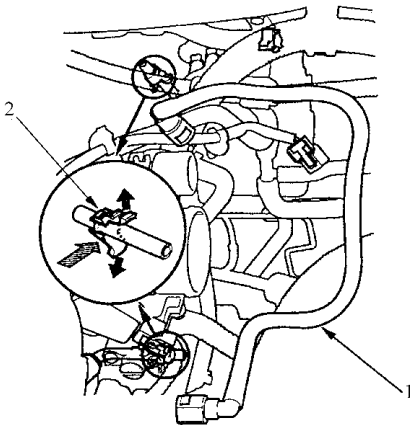

图 3-45 装配管路
3) 如图 3-45 所示，连接新的燃油管/快速接头总成前，从配合管路上拆下旧的固定器。